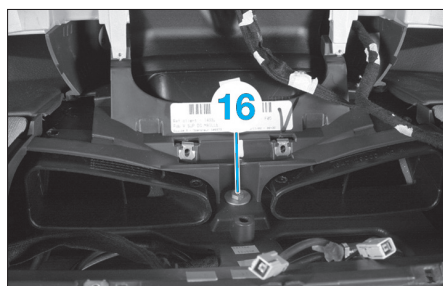

Fig. 15
- Déposer la vis de fixation centrale de la planche de bord (16) (Fig.15).